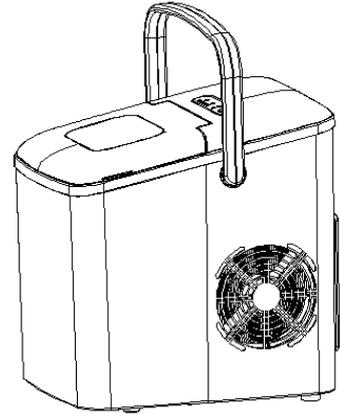

Рис.3
4) Удерживая центр ручки, поднимите ее вверх (см. Рис. 3), проверьте и убедитесь, что все правильно поставлено.